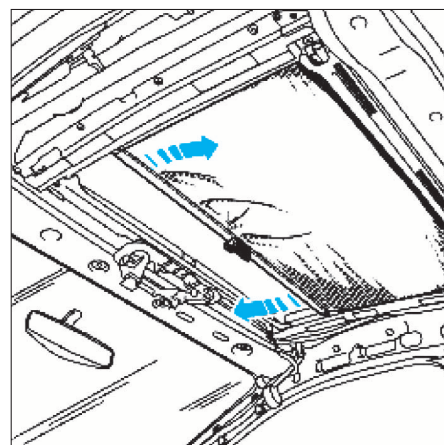

FIG. 107
- Extraire des rails le rideau pare-soleil par un mouvement de rotation (Fig.107).